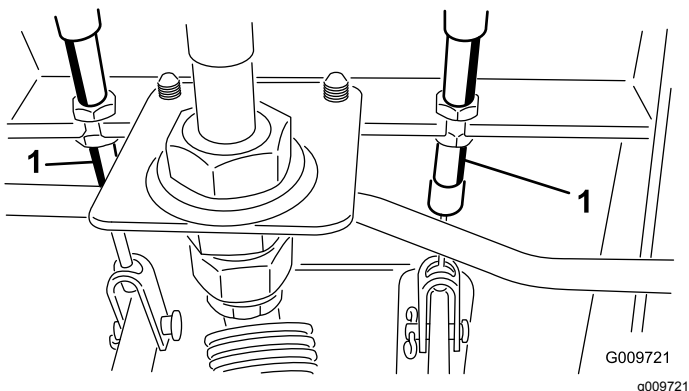

Figura 47
- A. Desaperte a porca dianteira na extremidade roscada do cabo do travão (Figura 47).